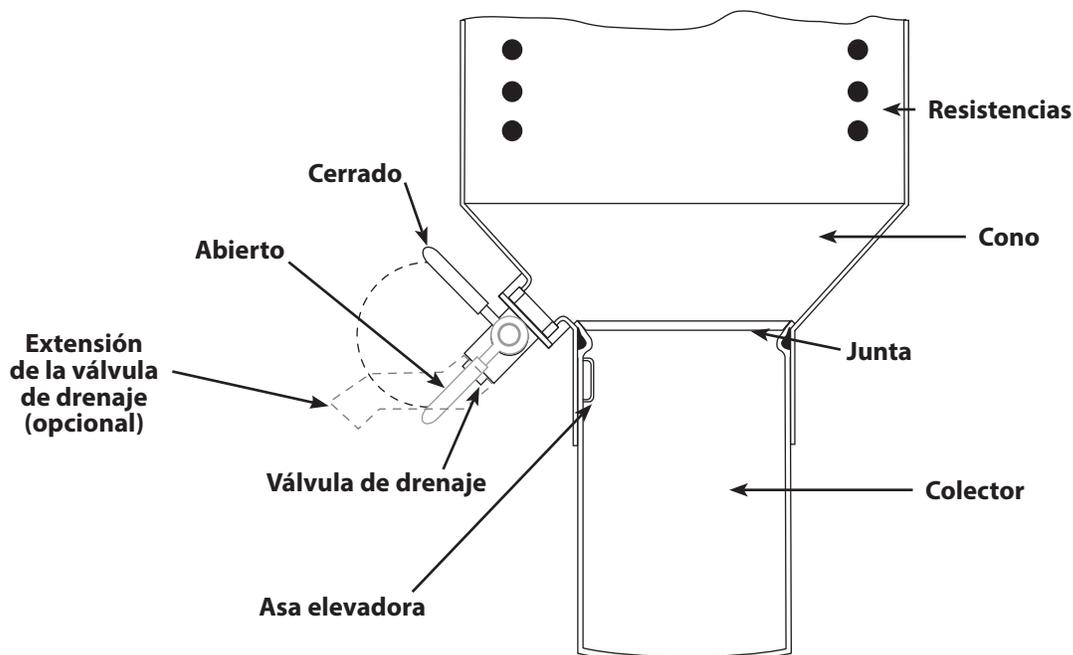

ILUSTRACIÓN 3 — Algunas características se han omitido para ofrecer un mayor detalle.
4. **Compruebe el colector y la válvula de drenaje.** Asegúrese de que el colector y la junta están en su lugar y de que la válvula de drenaje está cerrada (la manivela debe estar atrás; ver Ilustración 3). Coloque el asa elevadora siempre delante para facilitar la extracción del colector.